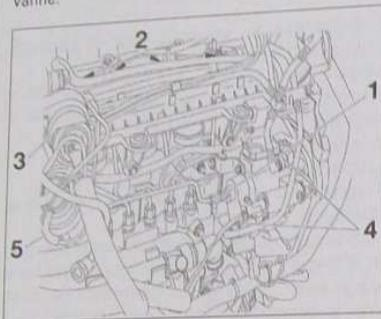

FIG.28
- la canalisation haute pression (1) en sortie de pompe en maintenant le raccord sur de la pompe (Fig.28).
- les tuyaux d'alimentation basse pression (4) de la pompe haute pression et les dégager.
- le connecteur (3) du faisceau moteur situé au dessus de la vanne EGR.
- Débrancher les injecteurs (2).
- Déposer la canalisation (5) à dépression de la vanne EGR et le conduit d'échappement de la vanne.